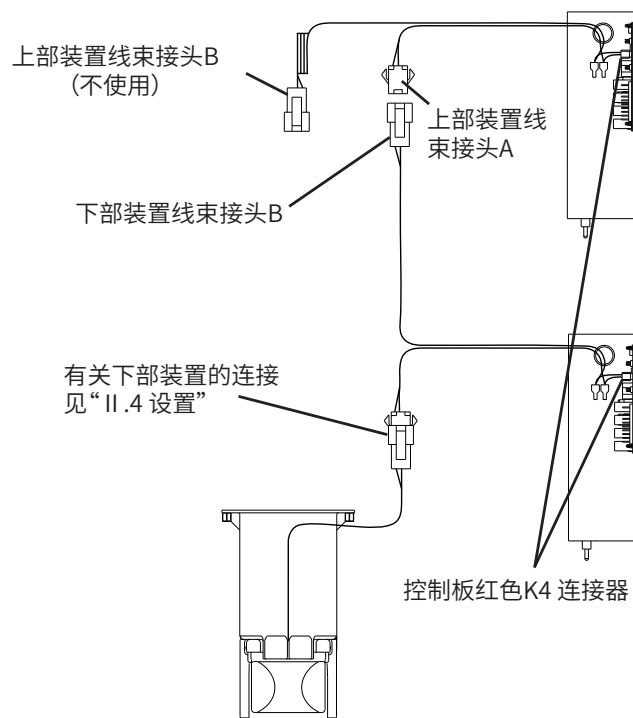

图6
- 7) 从上部装置中取出储冰箱控制导线支架，如图6所示。将上部装置的储冰箱控制开关保持在原位，无需使用。